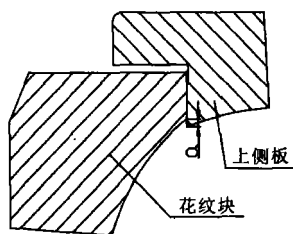

图 3 台阶 1
1. 上侧板高于花纹块如图 3 所示台阶 1。解决措施为测量台阶厚度,按此厚度增加调整垫片厚度。